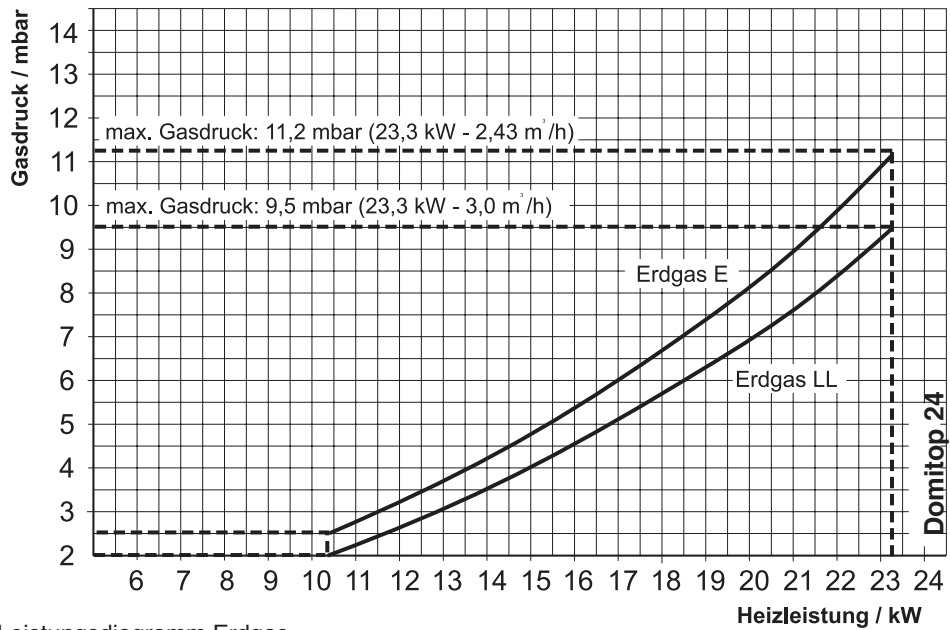
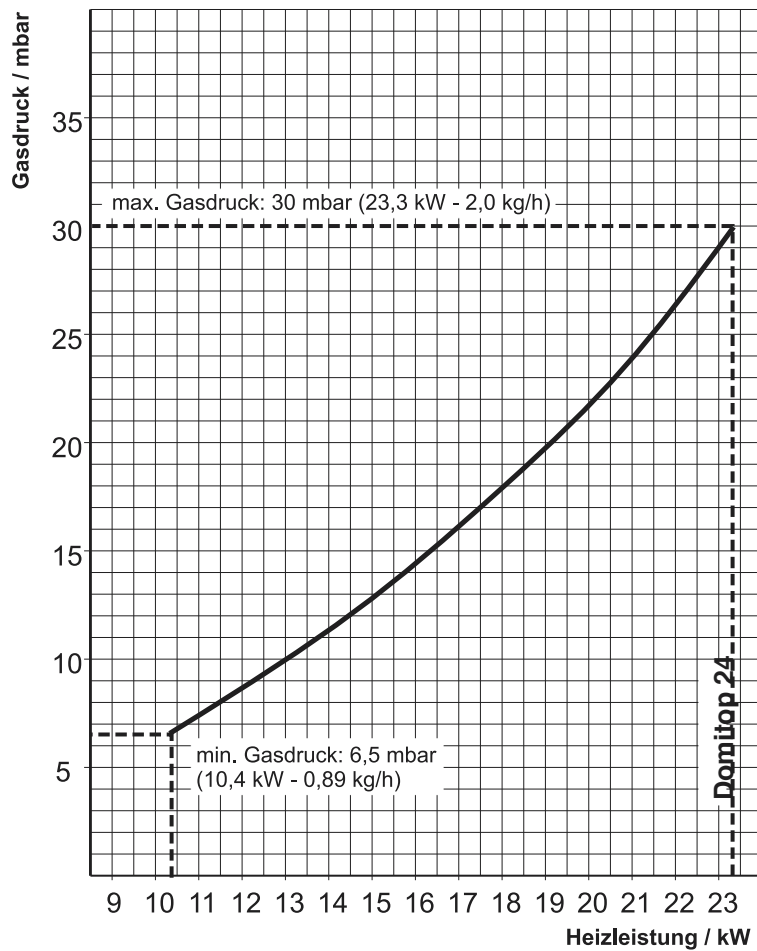

Abb. 5.9 Gas-Leistungsdiagramm Erdgas
Abb. 5.10 Gas-Leistungsdiagramm Flüssiggas
- Messen Sie den **Gasfließdruck** am Gaseingangsmeßstutzen (A) **Er muß zwischen 18 und 25 mbar liegen.**
- Schließen Sie Ihr Druckmessgerät am Gas-Ausgangs-Meßstutzen an (B).
- Ziehen Sie den Schlauch vom Luftdruckmeßstutzen (F).
- Entfernen Sie die Abdeckschraube (C).
- Stellen Sie entsprechend Diagramm Abb. 5.9 bzw. Abb. 5.10 den minimalen Gasdruck langsam an der Einstellschraube (D) ein. Der Gasdruck wird durch Drehen im Uhrzeigersinn reduziert und entgegen dem Uhrzeigersinn erhöht.
- Stellen Sie entsprechend Diagramm Abb. 5.9 bzw. Abb.5.10 den maximalen Gasdruck langsam an der Einstellschraube (E) ein. Der Gasdruck wird durch Drehen in Uhrzeigersinn erhöht und entgegen dem Uhrzeigersinn reduziert.
- Stecken Sie den Schlauch wieder auf den Luftdruckmeßstutzen (F), montieren sie die Abdeckschraube (C) und verschließen Sie die Meßstutzen A+B.